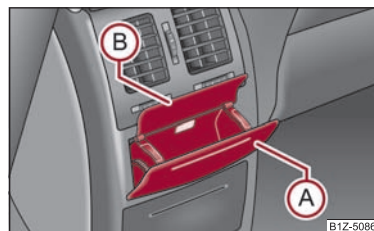

Fig. 85 Consola centrală superioară:
- Apăsai pe partea superioară a capacului scumierei în zona (A) ⇒ fig. 85.